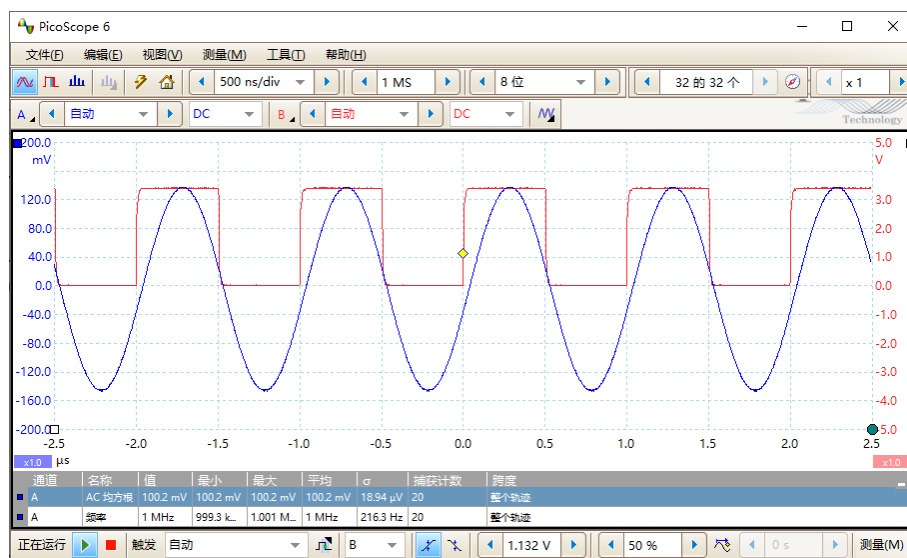

图 87. 待测信号波形图
3. 打开函数信号发生器电源，将参数设置为“波形：正弦波”、“幅值： $100\text{ mV}_{\text{rms}}$ ”、“频率： $1\text{ MHz}$ ”、“输出阻抗：高阻”、“同步接口：打开”，待测信号和同步信号的波形图如图 87 所示：